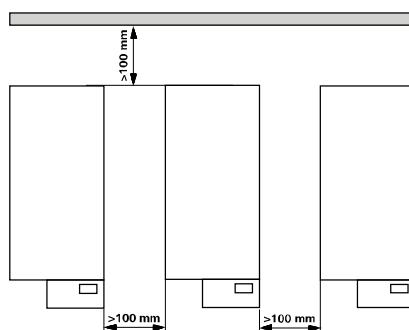

Fig. 2
- Respectați distanțele minime între aparat și perete, precum și distanța deasupra montajului (min. 800 mm), a se vedea fig. 2.